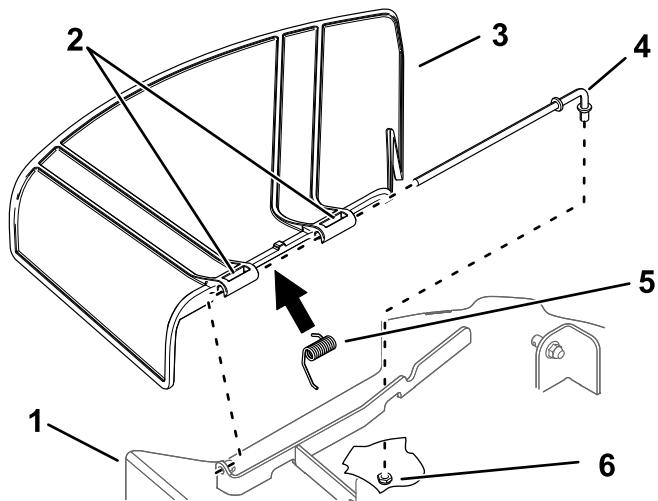

Figura 68
- Retire la tuerca ($\frac{3}{8}$ ") de la varilla (debajo del cortacésped) (Figura 68).
- Retire la varilla del soporte de la carcasa, del muelle y del deflector de hierba (Figura 68).
- Instale el deflector de hierba nuevo (Figura 68).
7. Deslice la varilla por el segundo pivote del deflector de hierba (Figura 68).
9. Sujete el extremo trasero de la varilla al cortacésped con una tuerca ($\frac{3}{8}$ "), según se muestra en Figura 68.